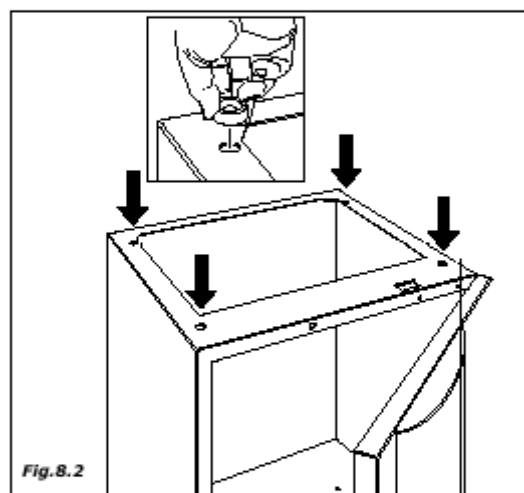

Fig. 8.2
- вставьте четыре центровочные бусы в подставку (рис. 8.2)